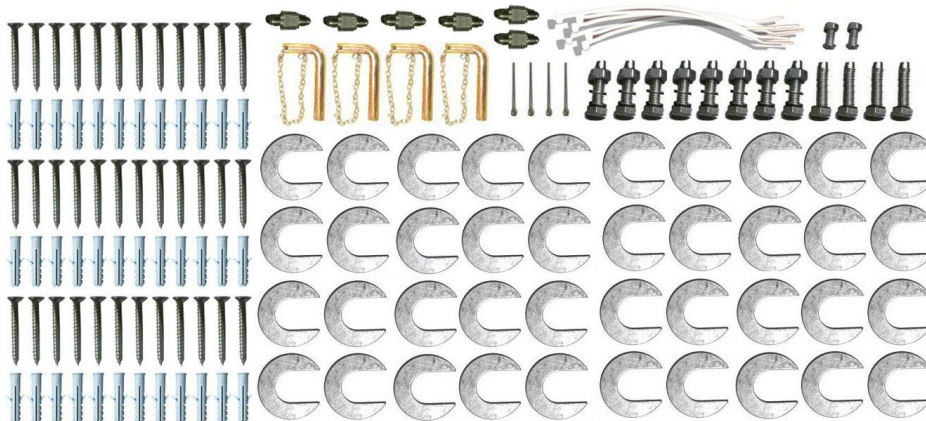

Рис. 12
4.2 Расходники для заглубляемой установки (См. Рис.12)